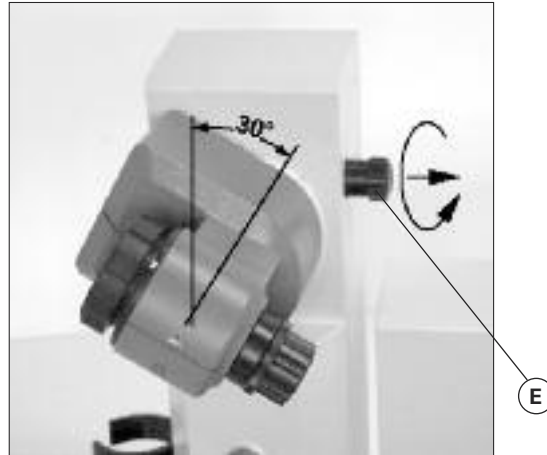

Fig. 7
- ☞ Lösen Sie die Klemmvorrichtung zur Winkeleinstellung des Rotationsantriebes auf der rechten Liftseite durch Drehen der Griffschraube (E) gegen den Uhrzeigersinn (durch leichtes Drücken und gleichzeitiges Drehen lässt sich die Griffschraube (E) weiter aus- bzw. einfahren).
- ☞ Stellen Sie den Antrieb auf einen Winkel von ca. 30° (Fig. 7).